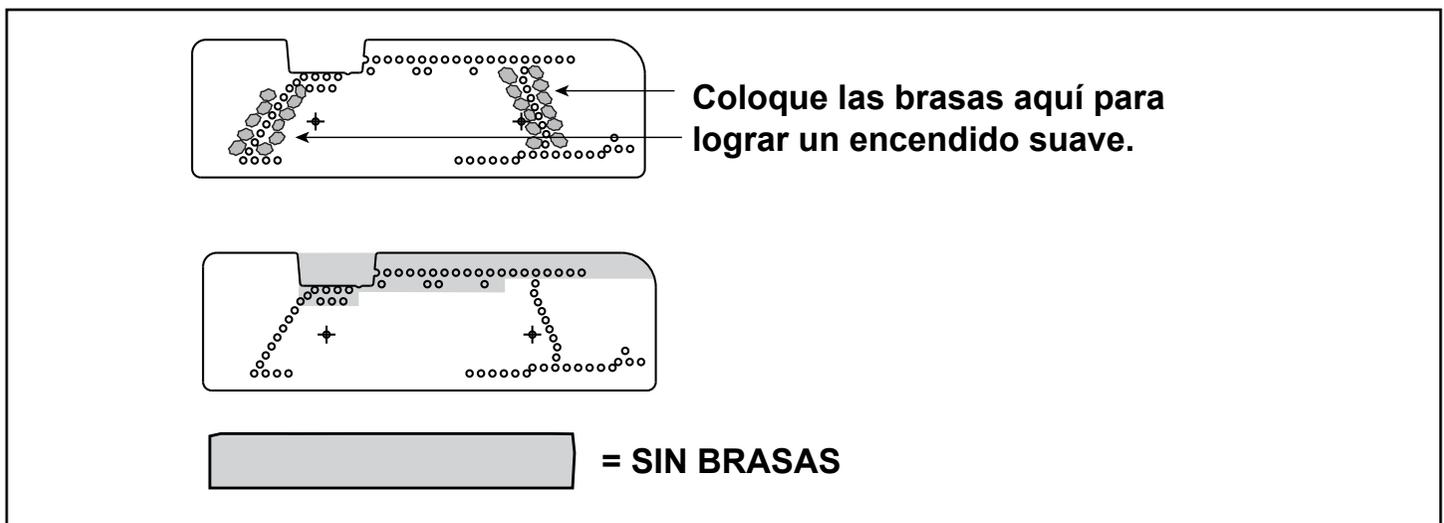

Figura 11.27 Colocación de brasas y materiales del quemador
- Las brasas solo se pueden colocar en áreas como se muestra en la Figura 11.27.